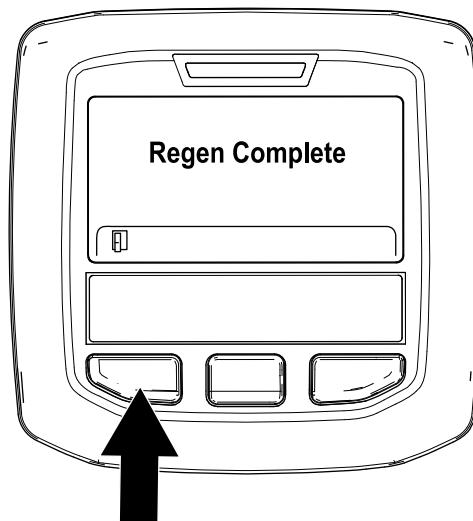

Figura 40
9. La regeneración con la máquina aparcada ha finalizado cuando se muestra el mensaje “Regen Complete” (Regeneración completada) en el InfoCenter. Pulse el botón de la izquierda para salir a la pantalla de inicio (Figura 40).